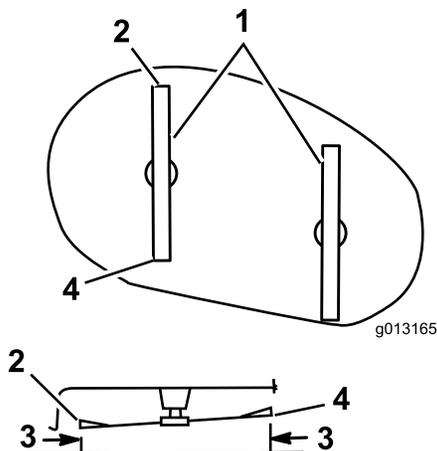

Figura 46
Gire cuidadosamente las cuchillas colocándolas paralelamente al sentido de avance de la máquina (Figura 46).
7. Mida la distancia entre la punta delantera de la cuchilla de la izquierda y la superficie plana (Figura 46).